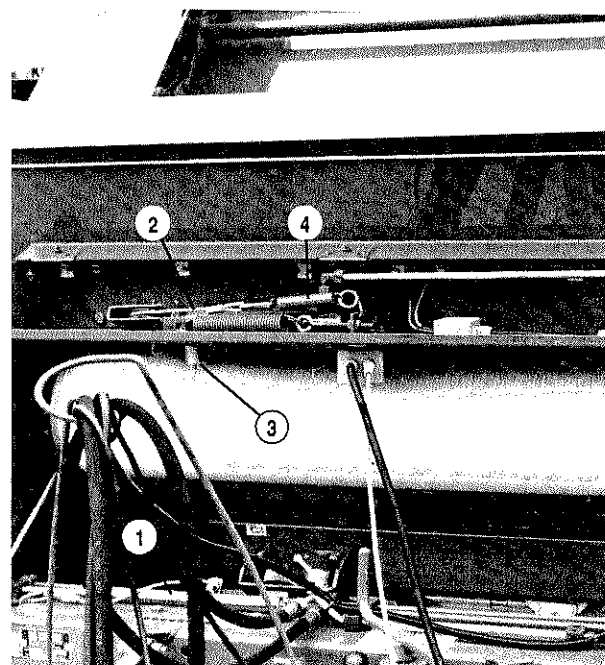

Abb. 13
Die KRONE-Rundballenpressen können wahlweise auch mit einer hydraulisch vom Schlepper aus betätigten Startvorrichtung für den Binde- bzw. Wickelmechanismus ausgerüstet werden. Der Startvorgang für die Binde- bzw. Wickelvorrichtung wird dabei durch das Ausfahren eines Hydraulikzylinders vom Schlepper aus eingeleitet. Die Starteinrichtung befindet sich im Zylinderkasten der vorne vor dem Garnkasten angebracht wird (Abb. 13).
das Zugseil „1“ vom Reibradstarter (Pos. 1, Abb. 13) in die Feder (Pos. 3, Abb. 13) die sich unterhalb des Starterzylinders befindet einhaken. Zugseil „2“ (Pos. 2, Abb. 13) aus der Feder (Pos. 4, Abb. 13) aushaken, und aus der Seilrolle des Hydraulikzylinders ganz herausziehen.
das Zugseil „2“ entsprechend Abb. 13 am Starterzylinder befestigen und in Feder (Pos. 4, Abb. 13) einhaken. Zugseil „1“ (Pos. 1, Abb. 13) aushaken.
7. Bevor man anhält, Bedienungsseil des Starters ziehen, bis der rollende Ballen das hereinschießende Garn erfaßt und mitnimmt. Damit ist der Bindevorgang eingeleitet und läuft nun automatisch ab. Die Garnfangvorrichtung erfaßt das Garn und wickelt den Ballen von der Mitte beginnend nach links, dann über die gesamte Breite nach rechts und wieder bis zur Mitte. Hier wird das Garn von dem Messer 8 (s. Seite 11, Abb. 13) abgeschnitten. Danach steht der Bidegarnmechanismus für den nächsten Vorgang bereit.